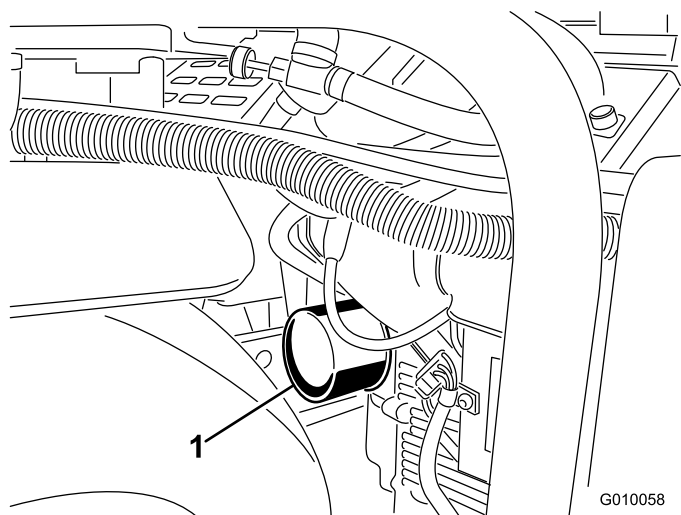
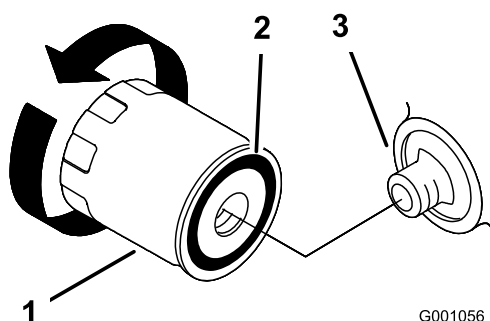

図 47
図 48
6. オイルを受けられるように、フィルタの下に浅い容器を置く（図 47）。
7. オイルフィルタ (図 47と図 48) を外し、フィルタのアダプタガスケットの表面をきれいに拭く。